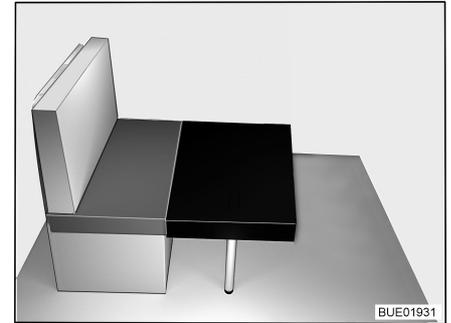

Fig. 36 Trasformazione (1)
- Posizionare il cuscino aggiuntivo piccolo davanti al cuscino del divano dei sedili sul tavolo (vedere Fig. 36).